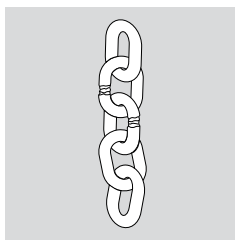

Fig. 13.1 : déformations
- Déformations sur les composants de suspension, les chaînes ou les éléments d'elingage (fig. 13.1)